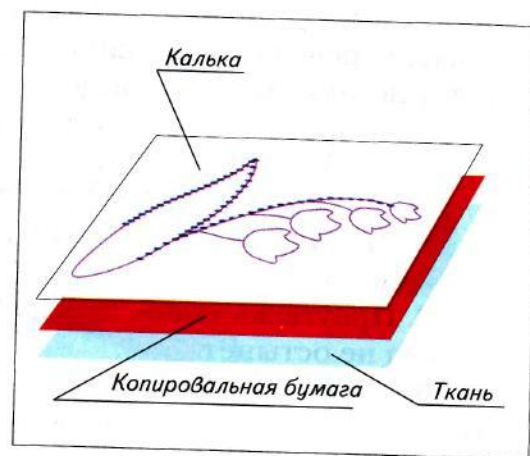

Рис. 58. Перевод рисунка с помощью копировальной бумаги
4. Вложи цветную копировальную бумагу между узором и тканью. Красящая сторона копировальной бумаги должна быть обращена к ткани (рис. 58). Чтобы такая бумага не пачкала ткань, перед работой протри ее ватой.